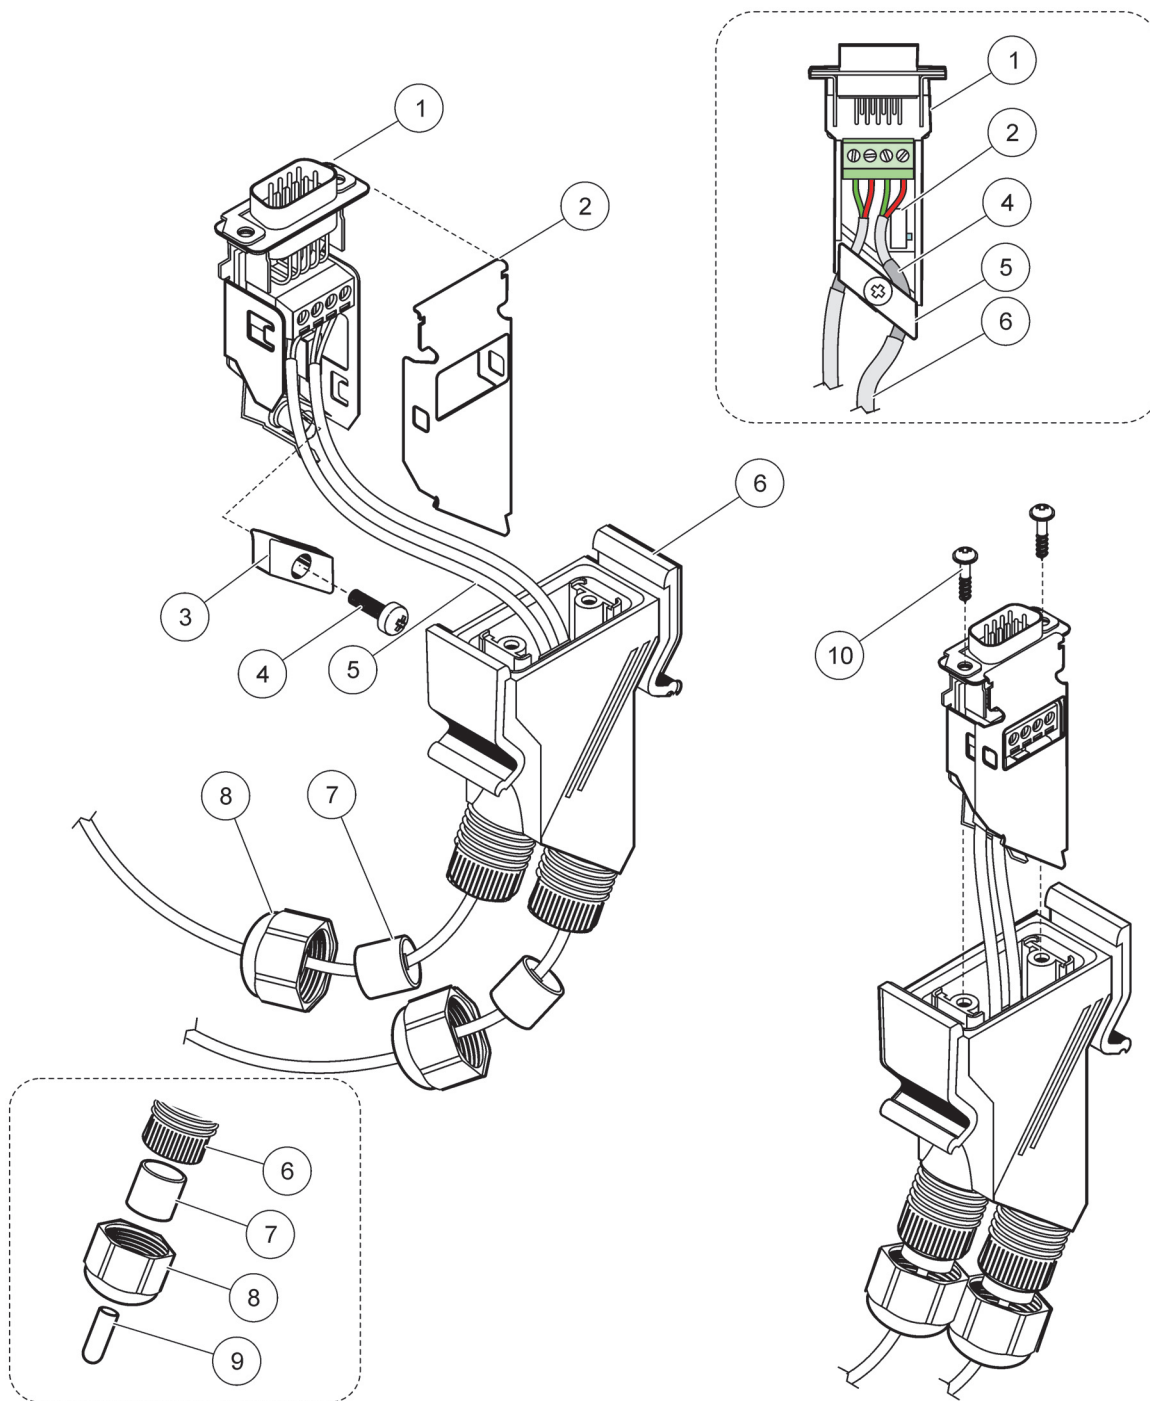

Рисунок 32 Сборка сетевого разъема sc1000
2. Пропустите кабель через накладную гайку, резиновый уплотнитель и кожух разъема (Рисунок 32).
Примечание: При использовании разъема с последним модулем в сетевом сегменте, одна накидная гайка не используется. Закройте накидную гайку специальной заглушкой, входящей в комплектацию. См. Рисунок 32.
² Используйте эту заглушку, если не используется зажимная муфта для проводов, см. врезку на Рисунок 32